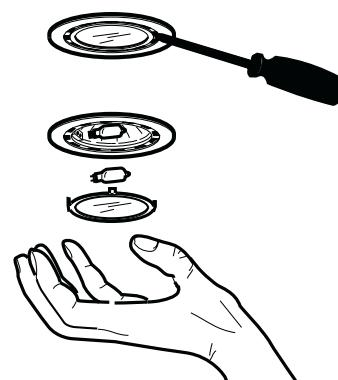

Рис. 5
- * Толкните их вперед по направлению к задней части вытяжки, а затем вытащите вниз, как показано на Рис. 5
- * Снимите крышку лампы, используя в качестве рычака плоскую отвертку - Рис. 5